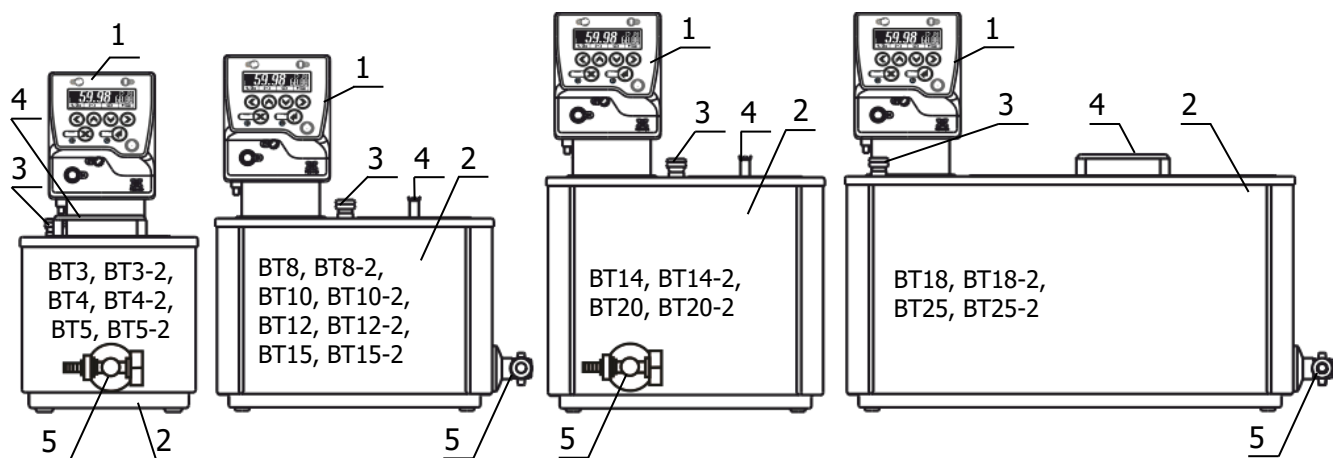

Рисунок 1 — Внешний вид термостатов
- использовать крышку 4 (рисунок 1), ограничивающую доступ воздуха к поверхности теплоносителя;
2.4.2 Надеть сливной шланг из комплекта поставки на кран 5 (рисунок 1) и закрепить его хомутом. Свободный конец шланга опустить в емкость для сбора теплоносителя объемом, превышающим объем термостата.